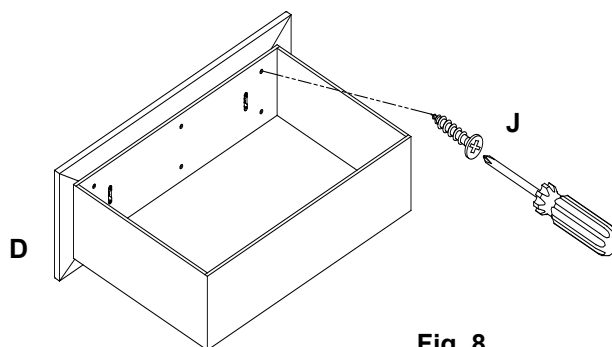

Fig. 8
Una vez que el frente del cajón (D) esté asegurado, usar el destornillador Phillips (no se incluye) para insertar 6x tornillos (J) desde la caja del cajón hacia el frente del cajón (D). Ver **Fig. 8**.